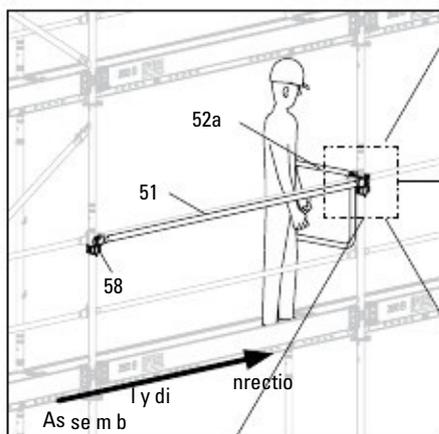

Fig. B8.02b
6. Прикрепете временния допълнителен парпет EPG (51) отвън върху свързката EPR.
7. Правилно регулирайте реда на монтиране на парпетите. (Fig. B8.02b)
8. Демонтирайте временния парпет (51) и свързките за парпет (58).